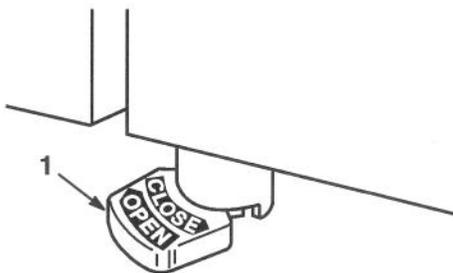

Figure 11
1. Ouvrir le robinet de carburant (Fig. 11).